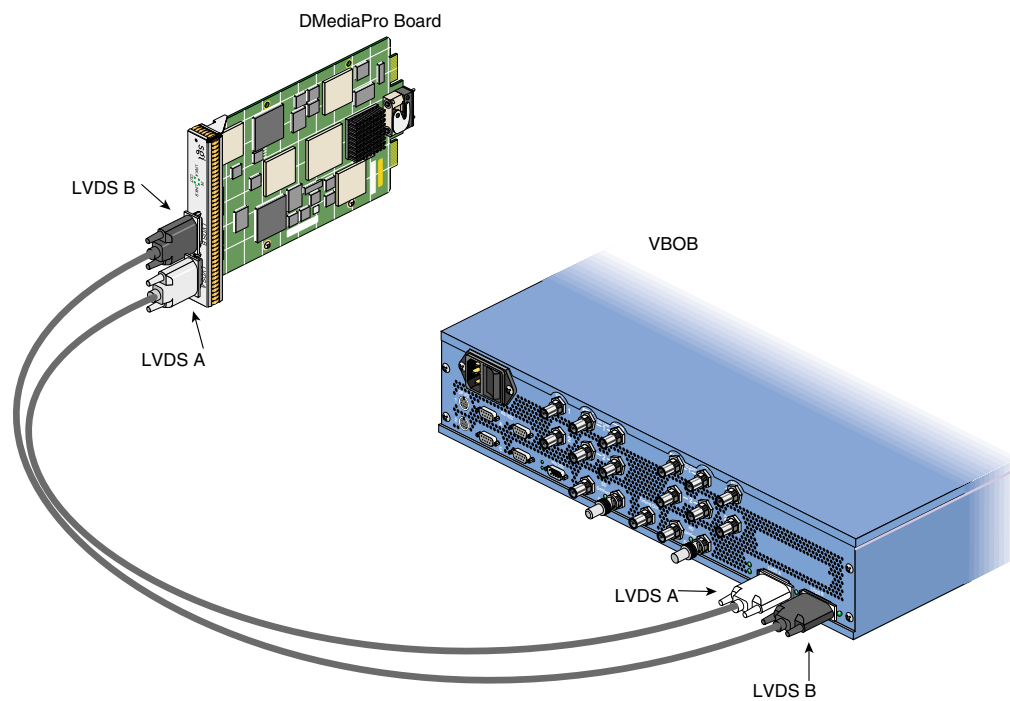
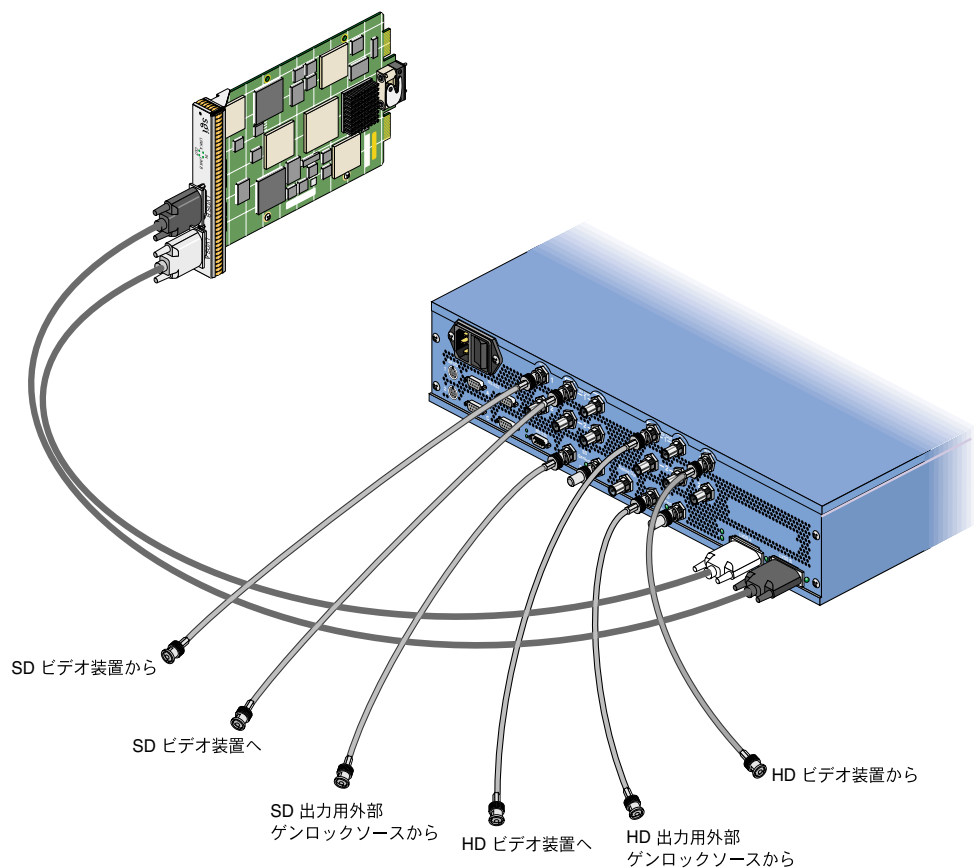

図 3-1 VBOB への DMediaPro Board の接続
図3-2 VBOB への I/O ケーブルの接続
1. LVDS A ケーブル (両端に白いコネクタが付いた黒いケーブル) の一方を DMediaPro Board の LVDS A コネクタに接続します。このケーブルのもう一方の終端は、図 3-1 のように VBOB LVDS A コネクタに取り付けます。
図3-1 で示した接続が完了したら、VBOB HD 入出力コネクタまたは SD 入出力コネクタから対象となる HD または SD ビデオ装置に、必要なケーブルを接続します。出力シリアルデジタル信号をゲンロック信号に固定する場合は、アナログ同期信号を VBOB HD ゲンロック入力コネクタまたは SD ゲンロック入力コネクタに接続します (図3-2 を参照)。